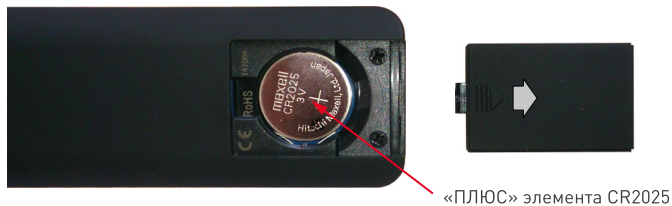

Рисунок 1. Установка элемента питания.
- 3.2. Откройте отсек с элементами питания (Рис. 1) и удалите защитную пленку. При замене элементов питания соблюдайте полярность.